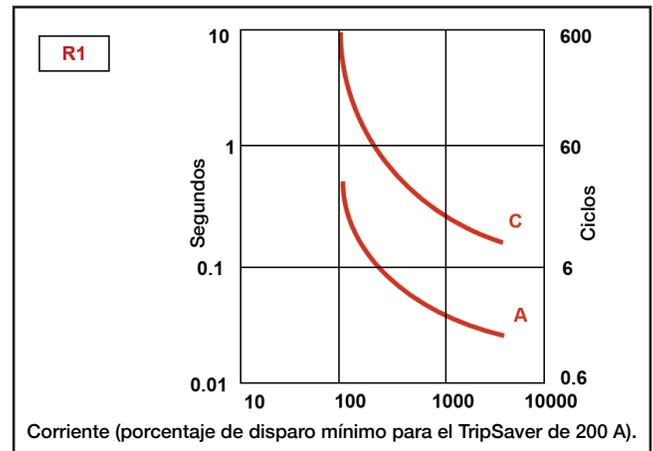

Figura 1. Ajustes de curva TCC del Reconector 1.
Como un ejemplo, considere los ajustes típicos de dos reconectores de un ramal largo. La Figura 1 muestra al Reconector 1 (R1) en rojo que es el reconector aguas arriba que está ajustado con una curva rápida (A) y una curva lenta (C). Cada curva característica de tiempo corriente (TCC) representa dos operaciones del reconector. La curva A es el Disparo Inicial (TCC0) del reconector y la TCC1. La curva C es la TCC2 y la TCC3 del reconector.